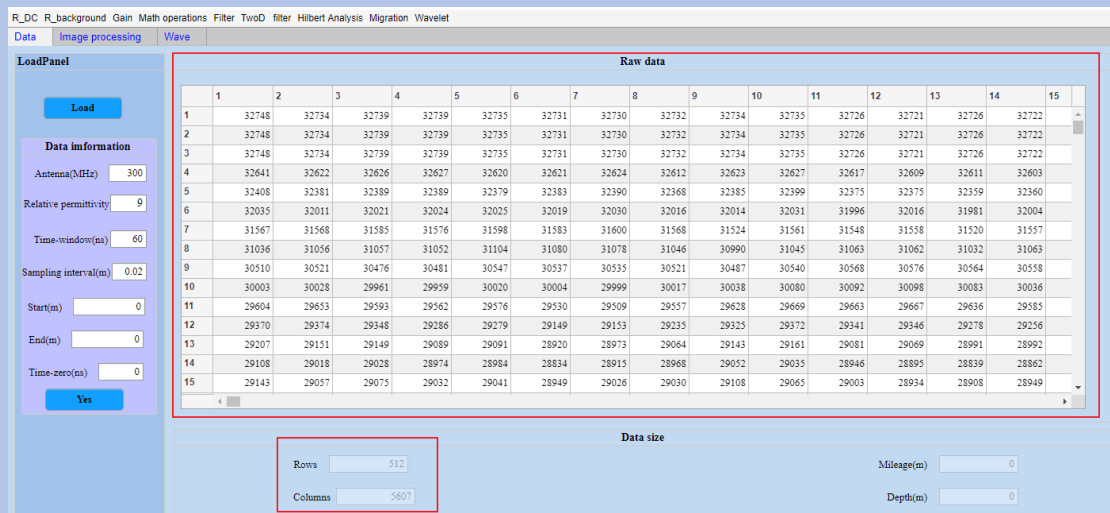

图 8-1 Case1 加载数据
(1) 读入数据，如图 8-1 可以看到该数据是 512 采样的，并且具有 5607 个 traces。